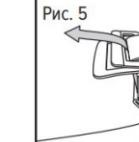

Рис. 5
- Шаг 3. Соедините лямки про помощи соединительного элемента (рис.5, 7)
- все лямки соединены и отрегулированы (способы соединения и регулировки показаны на рис. 5). Если между телом пользователя и лямками свободно проходит кулак, необходимо дополнительно натянуть лямки.
СОЕДИНЕНИЕ ПРЯЖЕК НАБЕДРЕННЫХ ЛЯМОК (рис. 5)